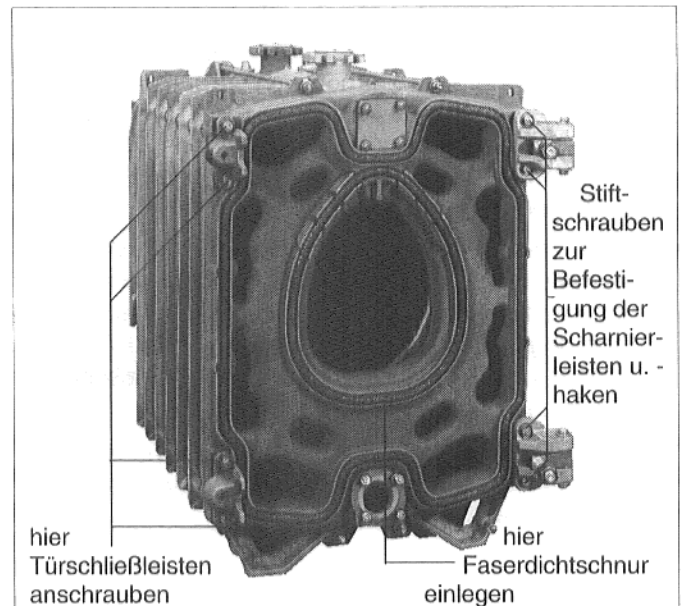

Abb. 22
- **Scharnierleiste mit Scharnierhaken und Bolzen** rechts oben und unten auf die Stiftschrauben (Abb. 22) schieben, Unterlegscheiben auf die Stiftschrauben stecken und mit je einer Mutter pro Stiftschraube anschrauben.
- **Türschließeleiste** auf der linken Vordergliedseite oben und unten auf die Stiftschrauben schieben, Unterlegscheiben auf die Stiftschrauben stecken und mit je einer Mutter pro Stiftschraube anschrauben (Abb. 22).
- **Brennertür:** Vordere Mutter (M 24) mit Unterlegscheibe vom Scharnierhaken abdrehen (Abb. 22 u. 24).
- In den **inneren und äußeren Dichtnutring im Vorderglied** (Abb. 22) sind in gleichmäßigem Abstand Tupfer des mitgelieferten Klebers aufzubringen und dann eine Faserdichtschnur (18 mm Durchmesser) in die beiden Dichtnuten einzulegen.